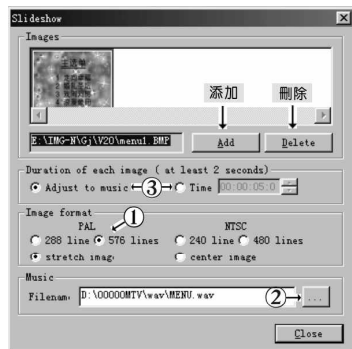
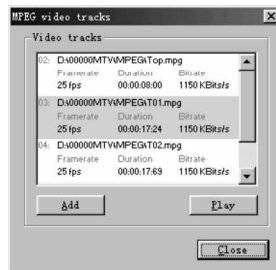

图 6
图 7
b. 填入内容: 从源窗口将素材文件“拖”到节点图标中, 或直接拖到空白处, 则自动生成新的“菜单节点”。另外, 也可左键双击节点并在弹出的窗口中(图像文件弹出图6所示窗口, 视频文件则弹出图7所示窗口)选择“添加”(Add)。
d. 静图素材及背景音乐的设置 (图6)
静图设置：如果按照上述一小节 2 小点的要求准备了素材，只需选择图 6 中①部位的“576”线和“平铺”(stretch image)。如果选择“居中”，电脑只能显示图像中间的 704×576 部分。
e. 视频素材的设置(图7):“Add”是“添加”到当前选择列表,而不是添加多个素材到一个节点中,每个“菜单节点”只能有一个视频素材。
删除节点时可右键单击图标并选择“Delete node”。删除静图内容选图6的“Delete”。删除视频内容只有通过上述改变节点类型或删除节点来进行删除。需要注意的是,在当前的“编辑方式”中,不能真正删除视频内容的轨迹,不但流程图不能控制其播放,而且仍然占据光盘空间。所以应该在“轨迹方式”中将其真正删除。